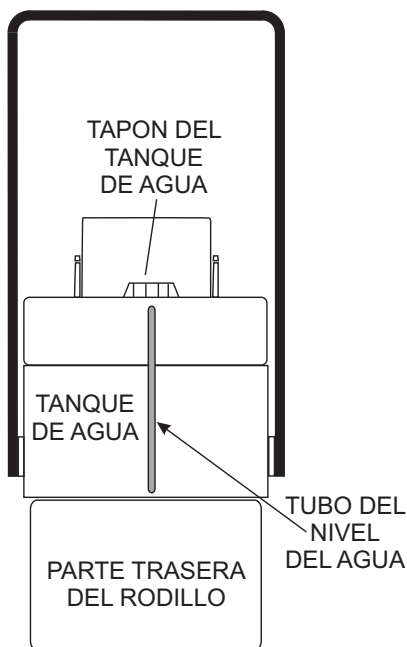

Figura 15. Tanque de agua
2. La cantidad de agua dentro del tanque puede ser inspeccionada visualmente leyendo el tubo del agua (Figura 15) que funciona verticalmente entre el tanque de agua en la parte trasera del rodillo. Este tubo indica la cantidad de agua dentro del tanque. La capacidad total es de 227 litros (60 galones)